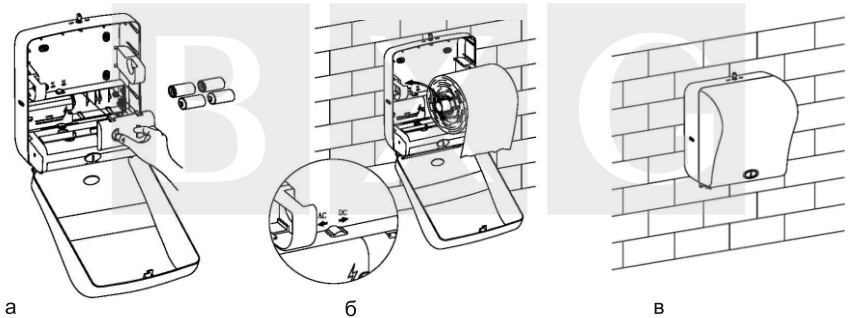

Рисунок 3
7. Поместите 4 батарейки 1,5 В в батарейный отсек диспенсера и закройте крышку (Рисунок 3а).
8. поместите рулон бумаги на фиксирующую рамку диспенсера, переведите регулятор в положение DC (Рисунок 3б).